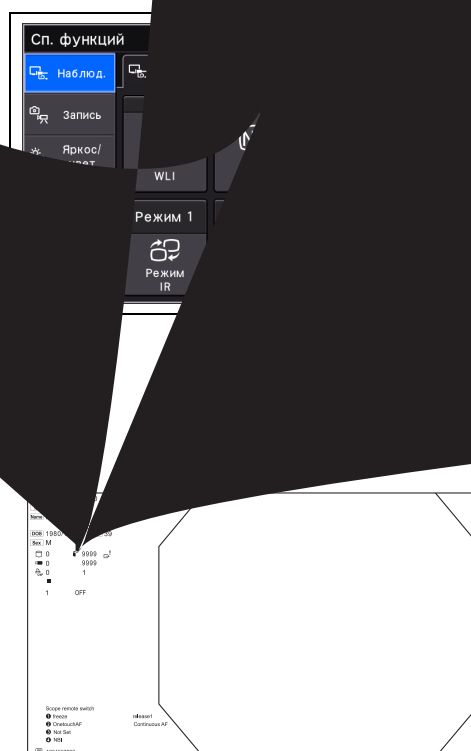

Рис. 5.2
- В правом верхнем углу монитора отображается значок IR, указывающий на то, что выполняется обследование в режиме IR, и значение для режима IR, установленное на стр. 25. (См. рис. 5.2)